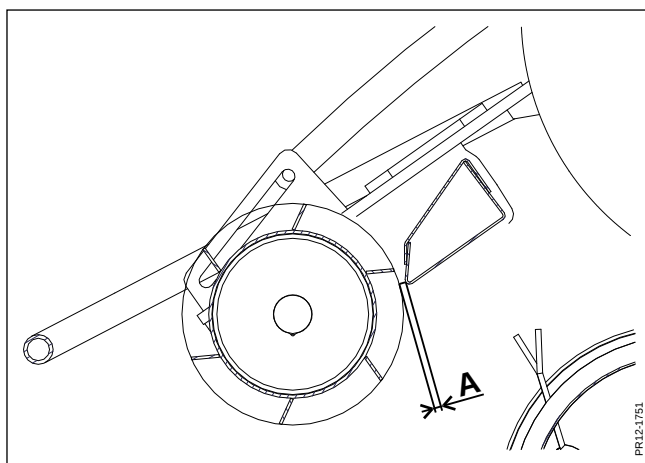

Fig. 4-2
- Fig. 4-2** Avståndet A mellan pickuprullen och tvärbalken ställs in så att de precis går fria från varandra.